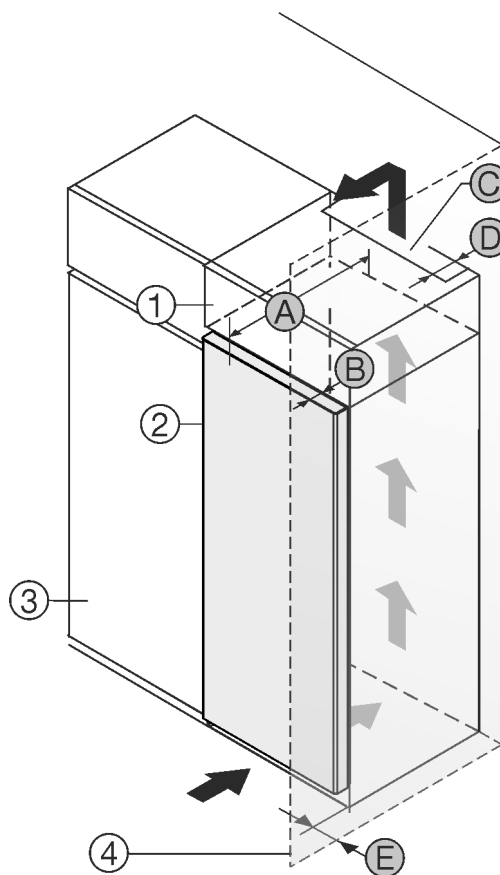

Fig. 1
- (1) Viseći ormar \*
- (2) Uređaj \*
- (3) Kuhinjski ormar \*
- (4) Zid \*
- (A) Dubina uređaja \*
- (B) Dubina vrata \*
- (C) Ventilacijski presjek \*
- (D) Udaljenost od stražnje strane uređaja \*
- (E) Udaljenost od bočne strane uređaja \*
Uređaj možete postaviti neposredno pored kuhinjskog ormara Fig. 1 (3).\*
Na stražnjoj strani visećeg ormara treba postojati otvor za odzračivanje dubine Fig. 1 (D) po cijeloj širini visećeg ormara.\*
Ispod stropa prostorije treba poštovati ventilacijski presjek Fig. 1 (C).\*
Kada se uređaj postavlja s okovima pored zida Fig. 1 (4), razmak između uređaja i zida mora iznositi najmanje 13 mm.\*
Kako biste vrata mogli potpuno otvoriti, uređaj mora biti za dubinu vrata Fig. 1 (B) ispred u odnosu na prednjicu kuhinjskog ormara. Ovisno o dubini kuhinjskih elemenata Fig. 1 (3) i uporabi zidnih odstojnika, uređaj može i dalje stršati.\*